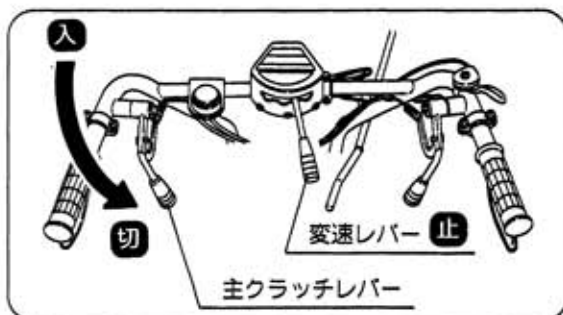

図33
- 5 変速レバーを低速に入れ、主クラッチレバーを〔入〕位置にして発進します。周囲の安全を確認して徐々に運転者の能力にあった運転をしてください。決して最初から無理な運転はしないでください。(図33)